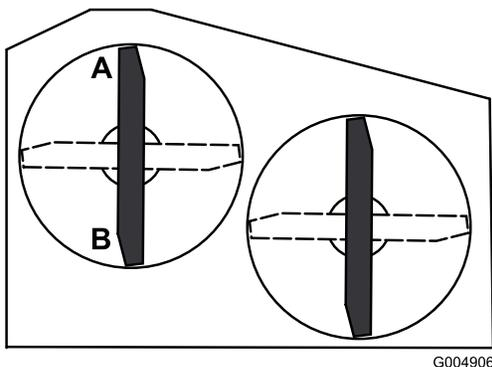

**Figura 57**
- Mida la altura del bastidor de tiro en la posición **A** (Figura 57).
- Mida la altura del bastidor de tiro en la posición **B** (Figura 57).